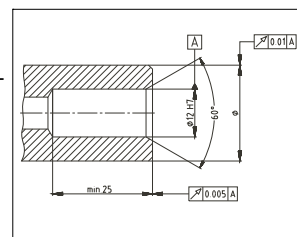

Bild 1: Aufnahmebohrung Spindel
- Rund- und Planlauf der Aufnahmebohrung an der Spindel prüfen! (Bild 1)
- Darauf achten, dass alle Maße, Form- und Lagetoleranzen, in den von **DEUBLIN** vorgeschriebenen Werten liegen! (Bild 1 und 2)